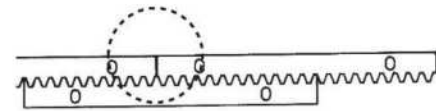

Fig.7
- Es recomendable Instalar los Empalmes de la Cremallera, Colocando una Cremallera como Guía Ver (Fig.7). Para que los Dientes se Acoplen Perfectamente en el Engrane del Operador Corredizo.
Importante: El Empalme entre las Cremalleras y el Engrane debe de ser Exacto. Asegúrese que el Paso ente los Dientes de Una y Otra Cremallera sea Igual. Empleando la técnica de la imagen Ver (Fig.7). Con ello podemos asegurar una vida útil prolongada del Operador y Portón Corredizo.